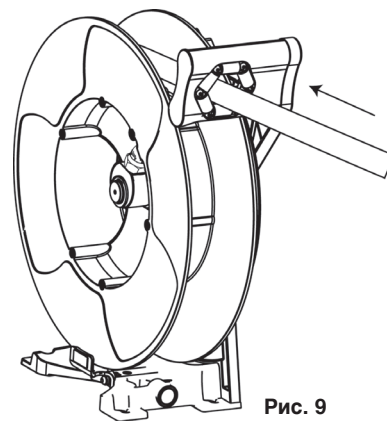

Рис. 9
5. Потянуть шланг с достаточным усилием, чтобы ослабить защелку, и дать шлангу медленно намотаться на катушку (рис. 9).